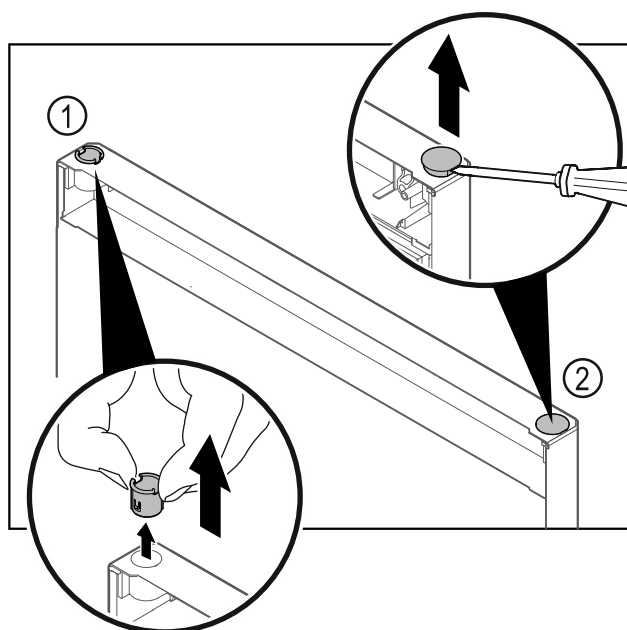

Fig. 15
- Pirštais ištraukite šarnyrinį įvorę Fig. 15 (1).
- Dengiamąjį kamštį Fig. 15 (2) atsargiai pakelkite išdrožiniu atsuktuvu ir jį ištraukite.